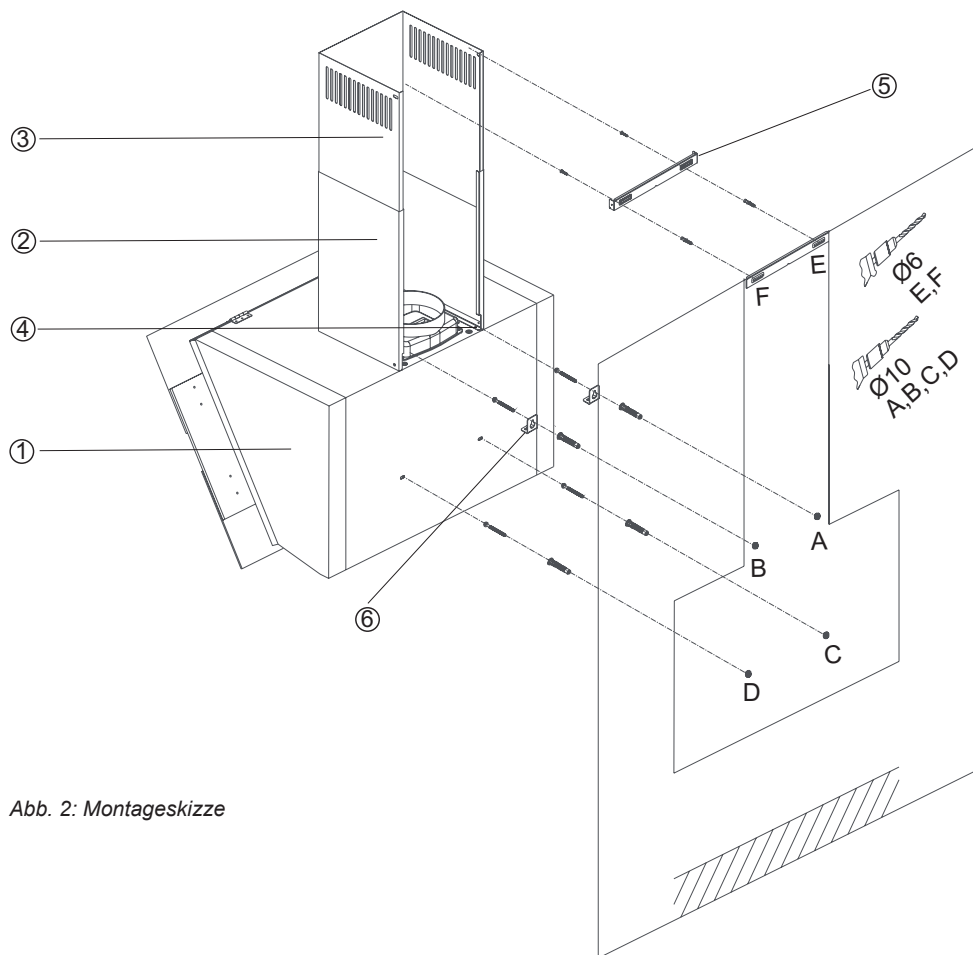

Abb. 2: Montageskizze
Der Elektroanschluss erfolgt an eine Steckdose die hinter dem Grund- oder Teleskopschacht (⇒ Abb. 2) anzubauen ist.
- Löcher der Befestigungspunkte A, B, C und D bohren, Dübel einsetzen und die Schrauben an den Punkten A+B zu $\frac{3}{4}$ eindrehen (=> Abb. 2) Die Montagewinkel oben hinten am Haubenkörper mit den 2 Schrauben M5 befestigen (=> Abb. 2).
Grund- und Teleskopschacht (⇔ Abb. 2 S.14) werden nun montiert.